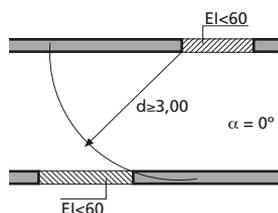

Figura 1.1. Fachadas enfrentadas paralelas
2.- Con el fin de limitar el riesgo de propagación exterior horizontal del incendio a través de las fachadas, ya sea entre dos edificios, o bien en un mismo edificio, entre dos sectores de incendio del mismo, entre una zona de riesgo especial alto y otras zonas o hacia una escalera o pasillo protegido desde otras zonas, los puntos de ambas fachadas que no sean al menos EI 60 deben estar separados la distancia  $d$  que se indica a continuación, como mínimo, en función del ángulo  $\alpha$  formado por los planos exteriores de dichas fachadas (véase figura 1.1). Para valores intermedios del ángulo  $\alpha$ , la distancia  $d$  puede obtenerse por interpolación lineal.